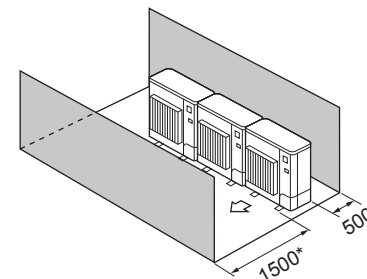

Fig. 2-11
- ④ Solo ostacoli anteriori e posteriori (Fig. 2-11)